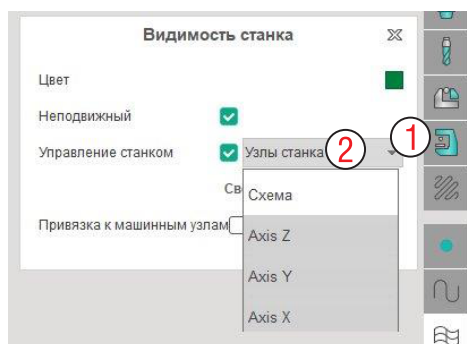

Рис. 9-13. Поиск и включение скрытых узлов станка.
Нажмите правой кнопкой мыши на кнопку **Видимость станка** (1 на рис. 9-13), новое меню появится. Далее раскройте список **Узлы станка** (2), скрытые узлы здесь не подсвечены. Нажмите на узел **Схема** (так в модели станка названа станина) и он снова отобразится.